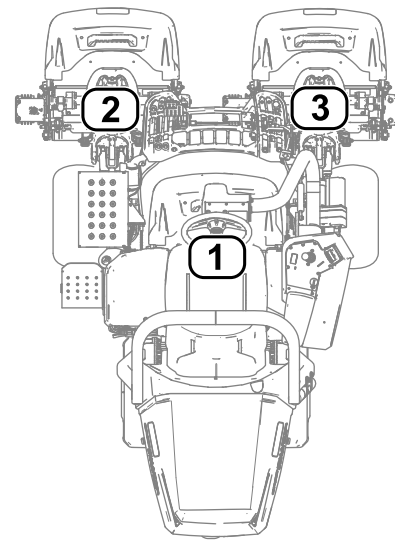

Bild 32
- **1** bezieht sich auf die mittlere Schneideinheit (Bild 32)
- **2** bezieht sich auf die vordere linke Schneideinheit (Bild 32)
- **3** bezieht sich auf die vordere rechte Schneideinheit (Bild 32)